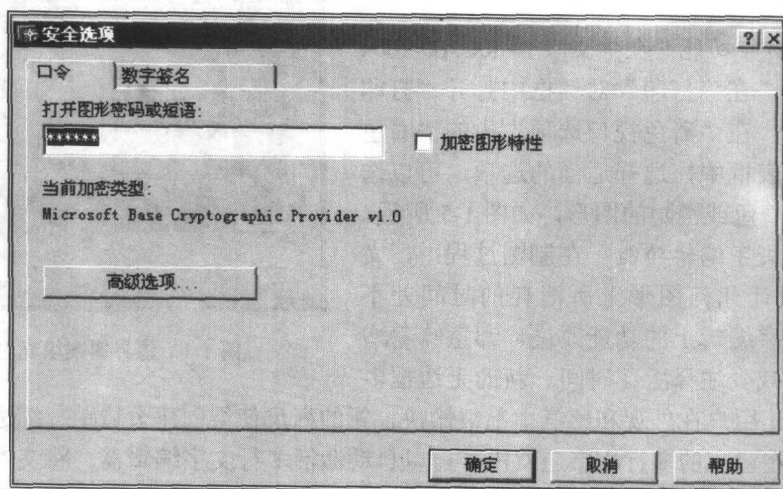

图 1-2 “安全选项”对话框
(2) 密码保护 中文版 AutoCAD 2004 中，当用户保存文件时，可以使用密码保护功能，对文件进行加密保存。要在保存文件时设置密码，可选择【文件】→【另存为】命令，打开“图形另存为”对话框，并在该对话框中单击【工具】→【安全选项】，打开“安全选项”对话框，如图 1-2 所示，在“口令”选项卡的“打开图形密码或短语”文本框中输入密码即可。